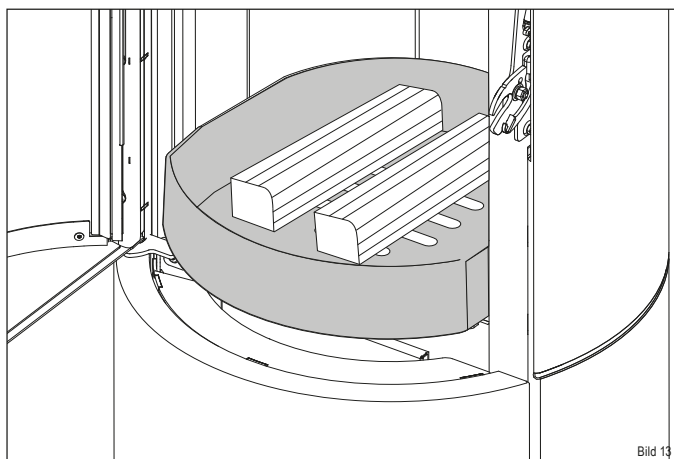

Bild 13
- ▶ Legen Sie zwei Holzscheite (④) mit 1,4 kg Gesamtgewicht mittig in den Feuerraum ein (mit der Stirnseite nach vorne zeigend). Lassen Sie ca. 5 cm Abstand zur Feuerraumscheibe (Bild 13).